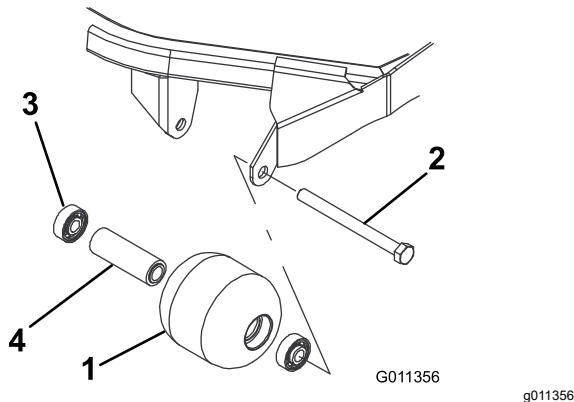

Bild 81
1. Entfernen Sie die Rollenbefestigungsschraube (Bild 81).
1. Drücken Sie das erste Lager in das Rollengehäuse (Bild 81). Drücken Sie dabei nur auf den äußeren Ring oder gleichmäßig auf die inneren und äußeren Ringe.
2. Setzen Sie ein Distanzstück ein (Bild 81).
3. Drücken Sie das zweite Lager in das Rollengehäuse (Bild 81). Pressen Sie dabei gleichmäßig auf den inneren und den äußeren Ring, bis der innere Ring das Distanzstück berührt.
4. Prüfen Sie das Rollengehäuse, die Lager und das Distanzstück auf Beschädigungen (Bild 81). Tauschen Sie alle beschädigten Teile aus und bauen Sie alles wieder zusammen.